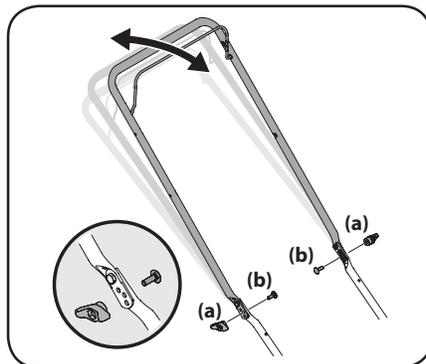

Figure 2-13
- Retirez les écrous papillon (a) et les boulons de carrosserie (b) du guidon. Voir Figure 2-13.
- Choisissez l'une des trois positions. Voir Figure 2-13.